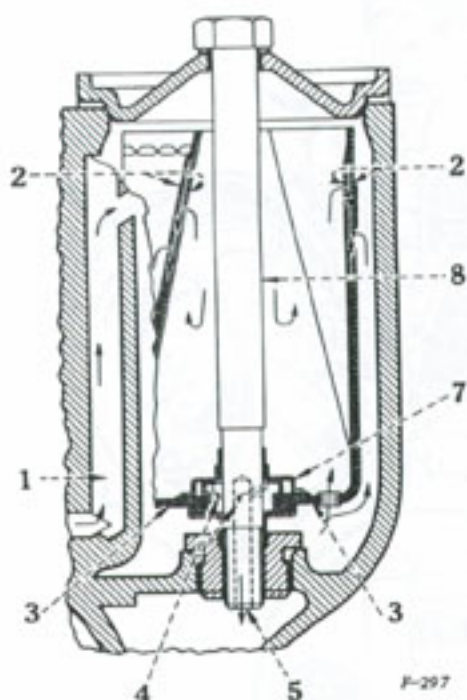

Figure 15
3. Essayez le couvercle "B" du filtre (figure 15 A) pour empêcher les saletés de tomber éventuellement dans le corps du filtre.
5. Soulevez et retirez le couvercle "B" du filtre et son joint "D" (figure 15 A).